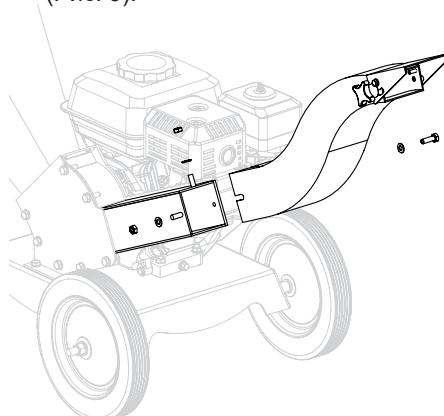

Рис. 9 Установка ёлоба выброса
7. Установите ёлоб выброса на фланец корпуса измельчителя и закрепите его с помощью болтов, шайб и гаек (Рис. 9).